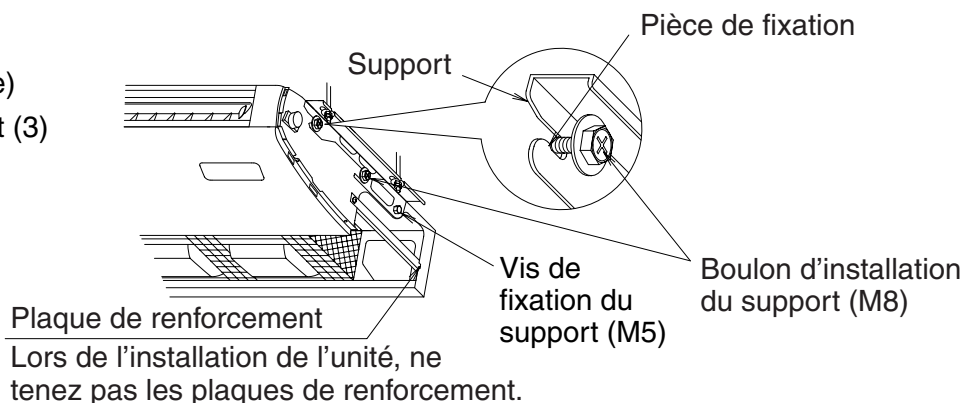

Fig. 11
(2) Soulevez l'unité intérieure, faites-la glisser depuis l'avant et insérez le boulon (M8) d'installation du support fermement pour une suspension temporaire. (Reportez-vous à la Fig. 11)
(3) Serrez les vis (M5) de fixation du support à 2 emplacements, qui ont été retirées, comme elles étaient auparavant.
(Reportez-vous à la Fig. 11)
(4) Serrez fermement les boulons (M8) d'installation du support à 4 emplacements. (Reportez-vous à la Fig. 11)